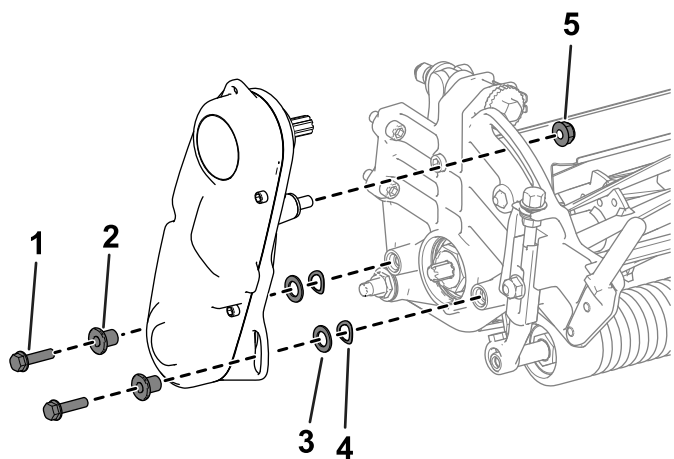

Рисунок 44
2. Снимите детали крепления узла привода барабана к боковой пластине (Рисунок 44).
- Снимите привод барабана в сборе, плоские шайбы, пружинные шайбы и проставки с боковой пластины (Рисунок 44).